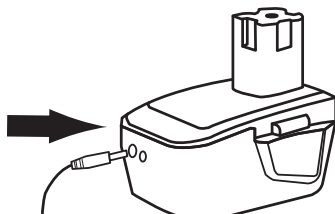

Abb. 3
1. Entnehmen Sie den Akku-Pack (10) wie oben beschrieben.
2. Verbinden Sie den Ladeadapter (16) mit dem Akku-Pack (10), indem Sie die Ladeklinke (18) in die Anschlussbuchse (12) stecken (Abb. 3).